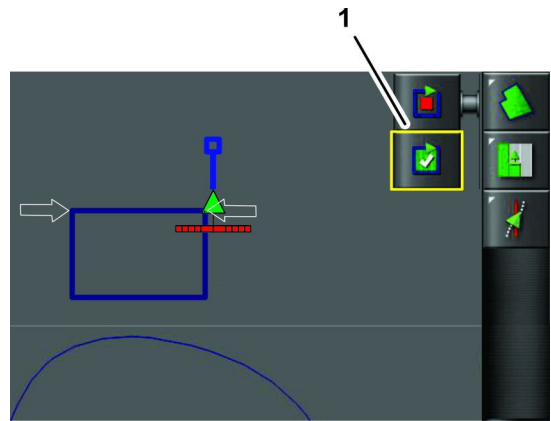

Bild 50
6. Richten Sie den äußeren, mittleren Teil des linken Vorderrads am letzten Punkt aus und stoppen Sie die Maschine (Bild 50).
7. Tippen Sie auf das Symbol ERFASSEN DER FELDGRENZEN ABSCHLIEßEN (Bild 50).